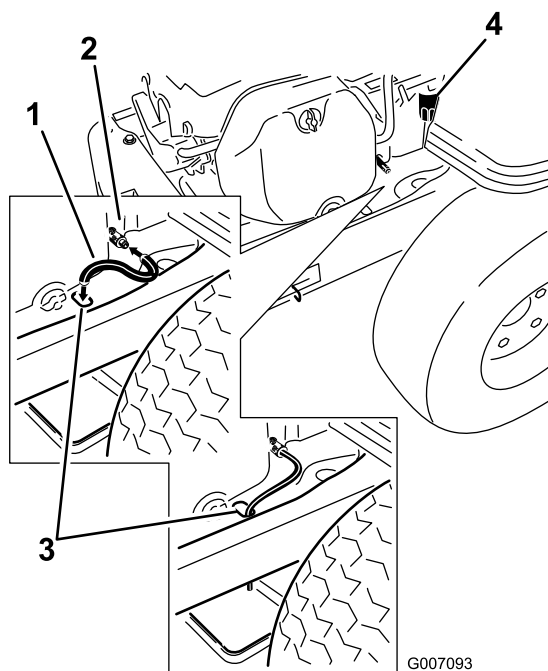

Figura 33
4. Limpe a área em torno na válvula de drenagem e na estrutura da máquina. Localize o tubo de drenagem do óleo e faça-o deslizar para cima da válvula de drenagem (Figura 33).
5. Coloque o lado oposto do tubo de drenagem de óleo por cima da extremidade da estrutura (Figura 33).